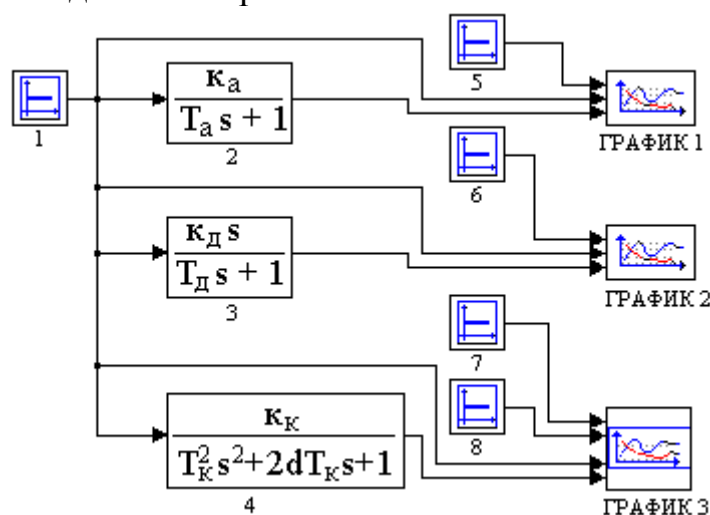
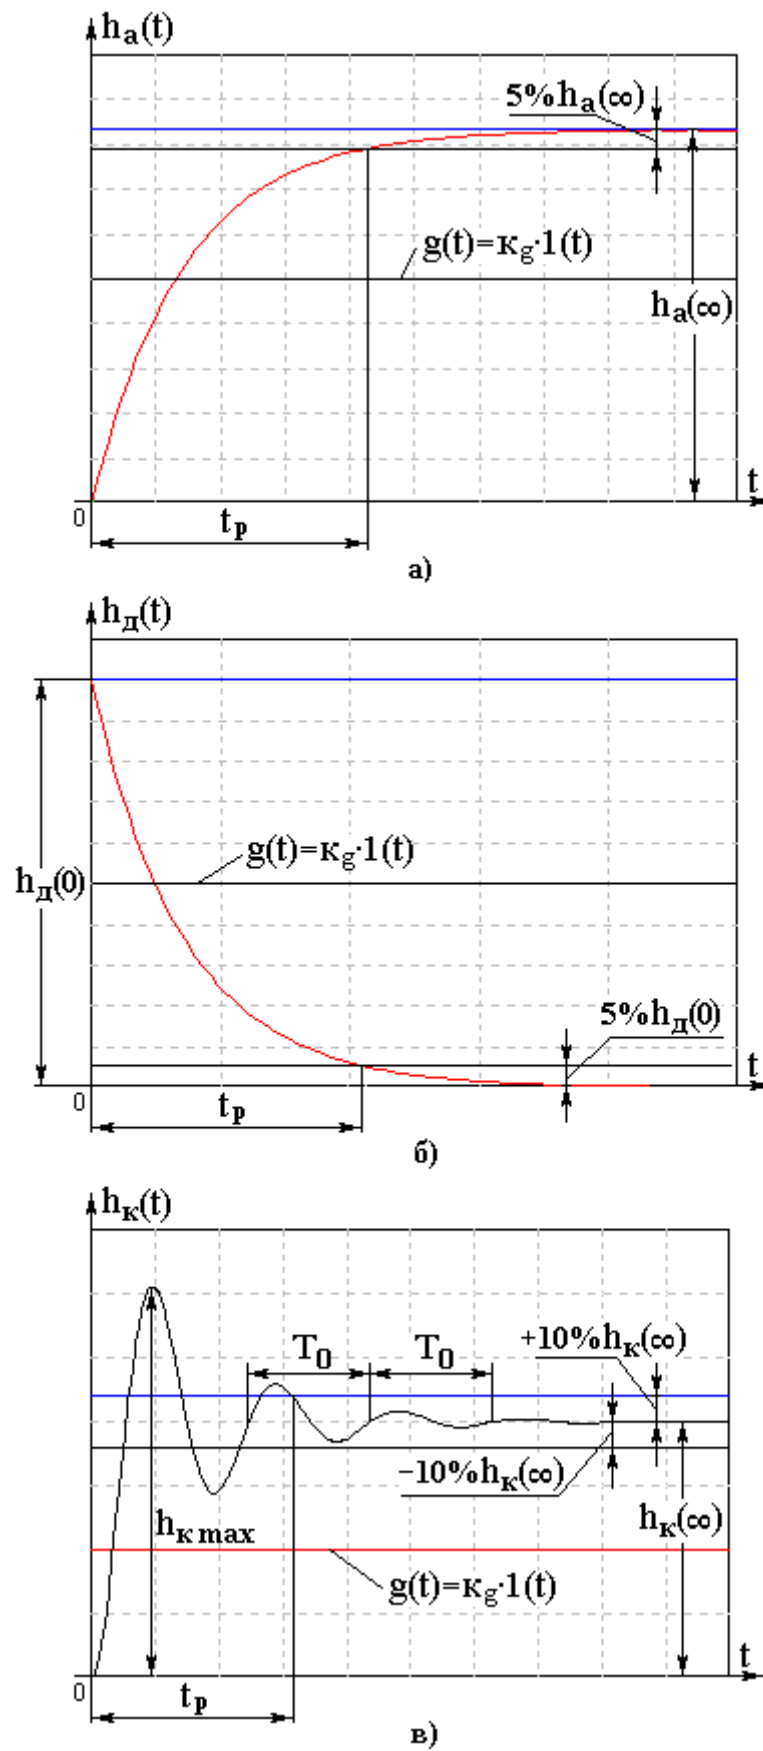
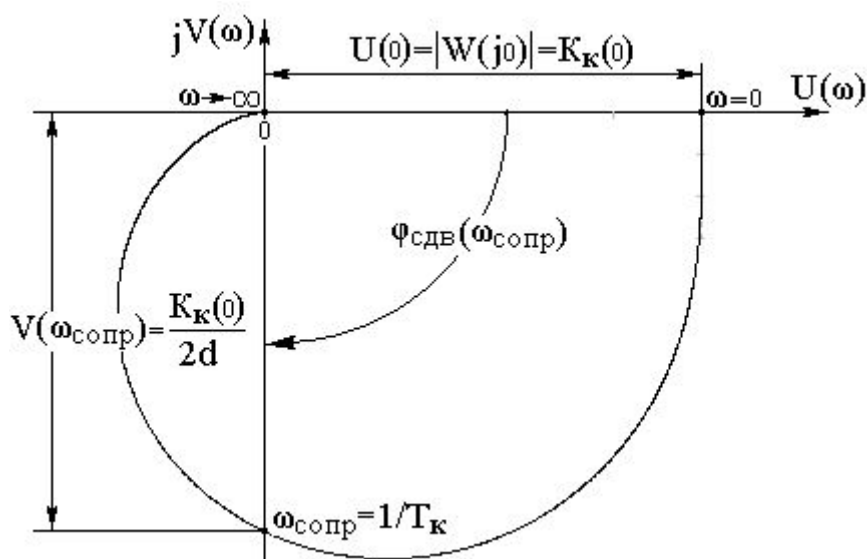

Рис.3
Рис.4
Рис.8
Поскольку для всех исследуемых в работе звеньев предстоит получить  $h(t)$ , то после открытия программы «МВТУ» создается файл (именуется пользователем), в котором составляется схема моделирования рис.3 по параметрам заданного варианта.
Далее в соответствии со схемой рис. 3 проводят линии связи. Для упрощения рисования и эстетичности структурной схемы целесообразно включить опцию *сетка*, для чего поместите курсор на кнопку стилизованную в форме сетки на дополнительной панели инструментов и щелкните мышью. Все поле файла представится усеянным точками, что позволит аккуратно проводить линии связи.
В соответствии со схемой рис.3 от линии сигнала входного воздействия приходится делать ответвления. С этой целью поставьте курсор на линию связи (предпочтительнее на угол поворота линии связи), нажмите клавишу «Ctrl» и, не отпуская ее, сделайте щелчок мышью: появится точка. Отпустив клавиши, ведите линию до следующего блока и т.д. Выполненное сохранить.
В структурной схеме рис.3 имеются блоки с номерами 5,6,7,8, которые служат для задания допустимого отклонения регулируемой величины в процентах от её установившегося значения. Для апериодического звена (блок 2) устанавливаем допуск  $5\%h(\infty)$ , для инерционно-дифференцирующего звена (блок 3) –  $5\%h(0)$ , для колебательного звена (блок 4) –  $\pm 10\%h(\infty)$ . Все величины допусков откладываются от значений переходных функций  $h(\infty)$ , иллюстрация которых приводится на рис.4,а, б, в. Расчет предельных числовых величин переходных функций  $h(\infty)$  и  $h(0)$  производится на основании соответственно теорем о конечном и начальном значениях оригинала по параметрам варианта задания. ***Не забывайте сохранять выполненные работы.***
1.1 По полученной переходной функции определите: исходный коэффициент передачи –  $K_a$ , постоянную времени –  $T_a$  и время переходного процесса  $t_p$  до установившегося режима работы (рис.4,а) с точностью не хуже 5% от конечного значения выходной величины –  $h_a(\infty)$ ; рассчитайте, сколько составит  $t_p$  в единицах  $T_a$ . Используя уравнение переходной функции апериодического звена, рассчитайте за какое время в единицах  $T_a$  переходная функция  $h_a$  достигнет 95% конечного значения. Результаты математического моделирования сравните с теоретическими расчетами.
2.1 По полученной при моделировании переходной функции  $h_d$  определите значения  $T_d$  (аналогично определению  $T_a$  в апериодическом звене), а  $K_d$ , используя теорему о начальном значении оригинала. Необходимые построения приведены на рис.4,б.
3.1 По переходной функции определите коэффициент перерегулирования  $\sigma = [h_{\text{кmax}} - h_k(\infty)] \cdot 100\% / h_k(\infty)$  и время регулирования  $t_p$  (рис.4,в) полагая, что ошибка в установившемся режиме составляет не более  $\pm 10\%$  от конечного значения выходной величины  $h_k(\infty)$ .
3.2 По АФЧХ определите исходный коэффициент передачи –  $K_k(0)$ . Исходя из того, что на частоте сопряжения  $U(\omega_{\text{сопр}}) = 0$ , а  $V(\omega_{\text{сопр}}) = K_k/2d$  (рис.8) рассчитайте коэффициент демпфирования –  $d$ . Используя связь частоты  $\omega_0$  и периода  $T_0$  колебаний переходной функции  $h_k(t)$  (рис.4,в), определите постоянную времени  $T_k$  колебательного звена из равенства: